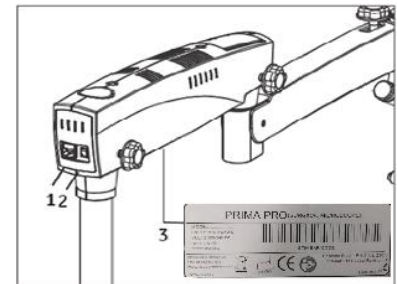

Abb. 35
1. Schließen Sie das Netzkabel an die AC-Eingangsbuchse (1) am an der Rückseite des Schwenkarms, wie in Abb. 35 gezeigt. Schalten Sie die Stromversorgung am Ein-/Ausschalter (2) ein.
Hinweis: Das Netzteil ist für den Universaleingang 100 V - 240 V AC, 50/60 Hz ausgelegt. Befolgen Sie zum Anschließen die Anweisungen auf dem elektrischen Etikett an der Unterseite des Arms, wie hier in Abb. 35 gezeigt (3).
Es befindet sich auf der Rückseite des Schwenkarms, siehe Abb. 35. In Position „2“ ist das Mikroskop eingeschaltet und der Kühlventilator startet.